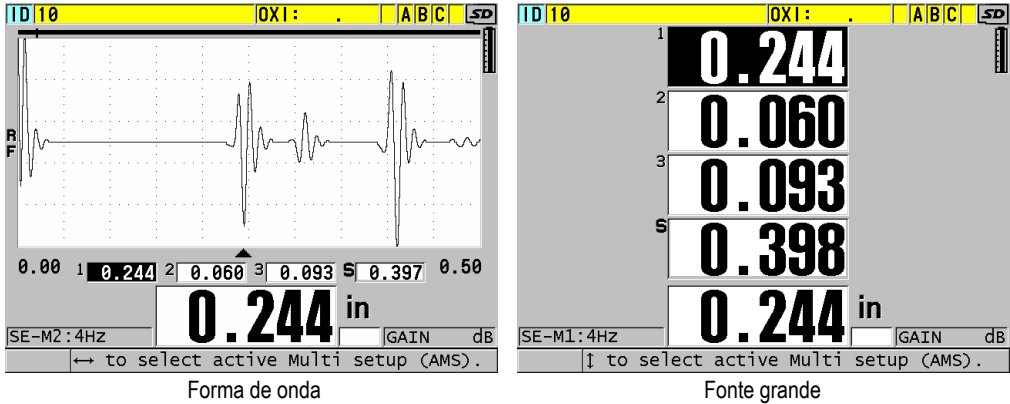

Figura 7-8 Modos de exibição multimedição com três camadas e soma
- d) Defina **DISPLAY MODE** (MODO DE EXIBIÇÃO) para (consulte Figura 7-8 na página 123):
- c) Defina o **DISPLAY MODE** (MODO DE EXIBIÇÃO) para **WAVEFORM** (FORMA DE ONDA) ou **LARGE FONT** (FONTE GRANDE) (consulte Figura 7-8 na página 123).